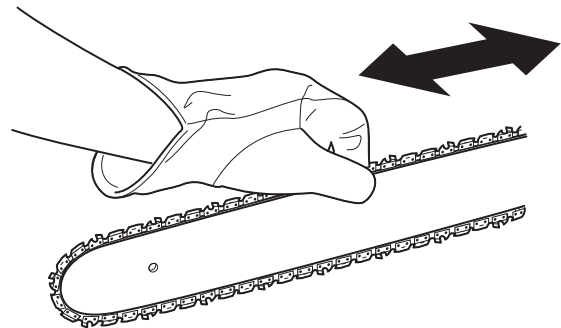

Fig. 28
4. Maintenez la pointe guide-chaîne vers le haut et déplacez la chaîne dans un mouvement de va-et-vient le long du guide-chaîne (Fig. 28). Assurez-vous que la chaîne se déplace librement et qu'elle s'engrène correctement avec le pignon. Si la chaîne ne bouge pas facilement, tournez lentement la vis du tendeur de la chaîne dans le sens antihoraire pour la desserrer.